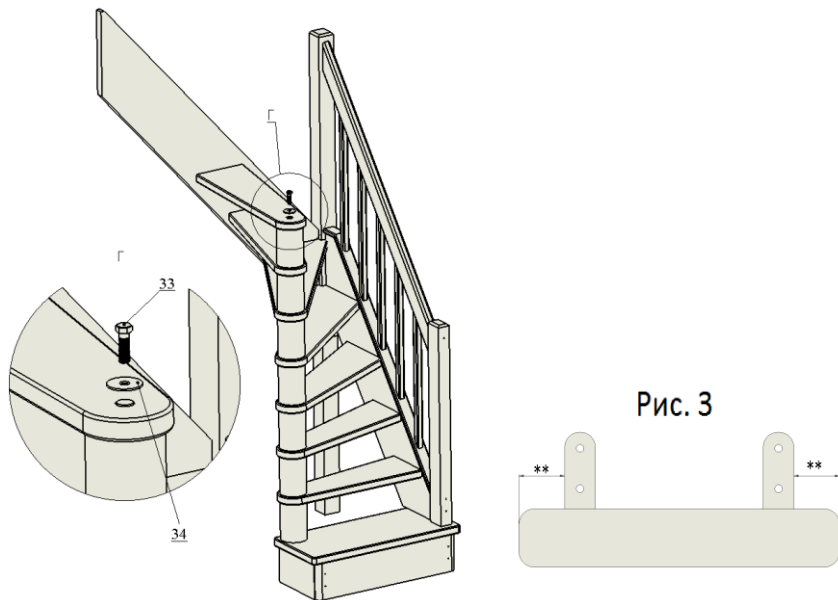

Рис. 3
4.7. Уголки крепятся к ступеням (рис. 3) на расстоянии ** и не должны выступать за боковую кромку ступени.